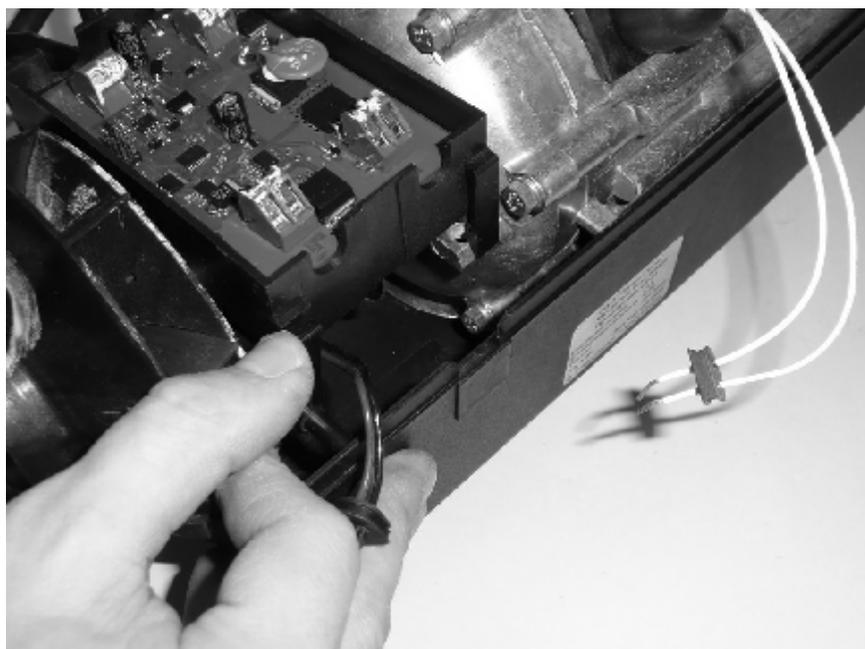

Рисунок 13
- отвести из зацепления крепежные лепестки согласно рис. 13 два со стороны вентилятора и два со стороны нагнетателя воздуха и вынуть блок управления;